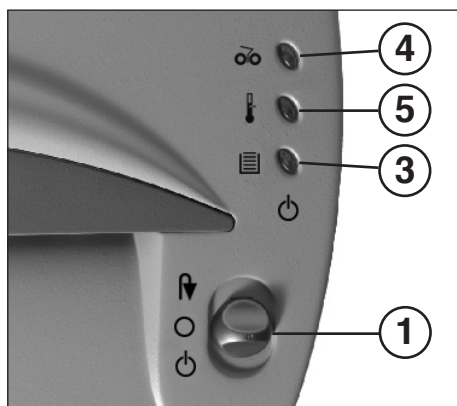

Fig. 1
1 = Interruttore funzione (Fig. 1)
3 = Spia di controllo (Fig. 1)
„inceppamento del materiale“ (Fig. 1)
5 = Spia di controllo (Fig. 1)
- Commutare l'interruttore funzione (1) (Fig. 1) in posizione „“. La spia di controllo (3) (Fig. 1) si accende (verde).
Assicurarsi che durante la notte l'apparecchio sia sempre disinserito (Commutare l'interruttore funzione (1) (fig. 1) in posizione "O").
- La spia di controllo (4) (Fig. 1) si accende.
- Commutare **brevemente** l'interruttore funzione (1) (fig. 1) in posizione "I" (il materiale viene sbloccato), commutarlo in posizione "O".
- La spia di controllo (4) (Fig. 1) si spegne.
- Strappare la carta sbloccata subito oltre la fessura di alimentazione, quindi commutare l'interruttore funzione (1) (Fig. 1) in posizione "O".
- Commutare l'interruttore funzione (1) (Fig. 1) in posizione "O".
La spia di controllo (5) (Fig. 1) si accende. Commutare l'interruttore (1) (fig. 1) funzione in posizione "O".